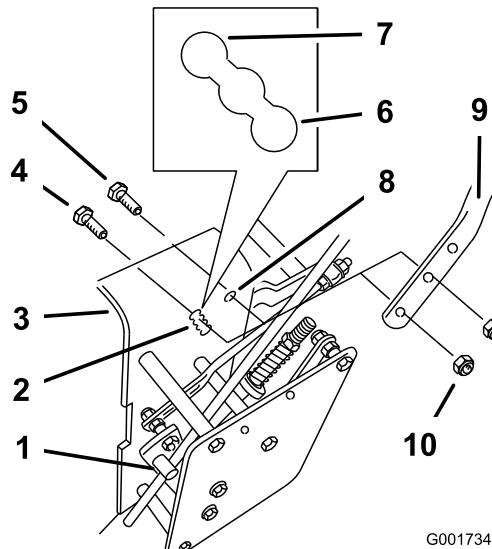

Figure 19
- Desserrez les boulons à embase supérieurs ((3/8 x 1-1/4 pouces)) et l'écrou à embase de fixation du guidon au bâti arrière (Figure 19)
- Retirez les boulons à embase supérieurs ((3/8 x 1 pouce)) et les écrous à embase de fixation du guidon au bâti arrière (Figure 19)